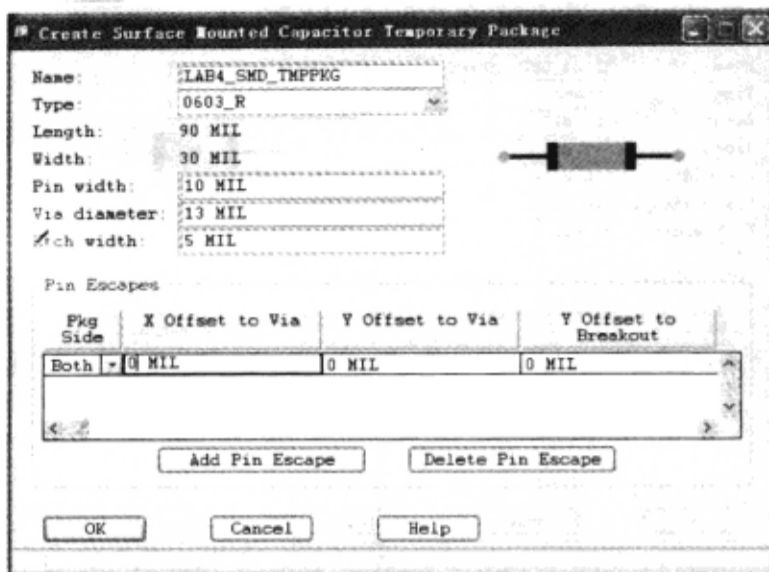
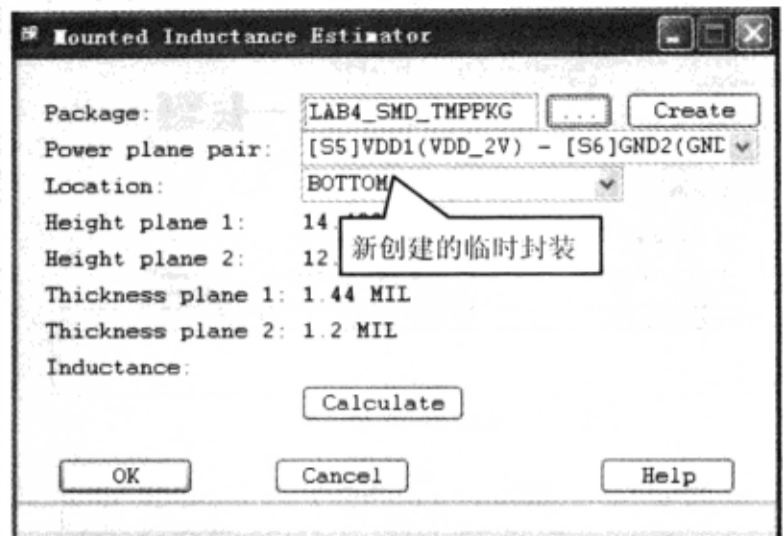

图 10-6-26 修改引脚偏移量
图 10-6-27 生成新的临时封装
(5) 在“Create Surface Mounted Capacitor Temporary Package”对话框中的“Pin Escapes”区域下的“X Offset to Via”栏改为 0，单击“OK”按钮，如图 10-6-26 所示。在“Mounted Inductance Estimator”对话框中“Package”栏中会显示新创建的封装名称，如图 10-6-27 所示。接下来将研究含有此封装的电容器安装在 PCB 上的谐振频率，通过选择可计算任意定义平面对、安装在 PCB 顶层或底层的电容器的谐振频率。